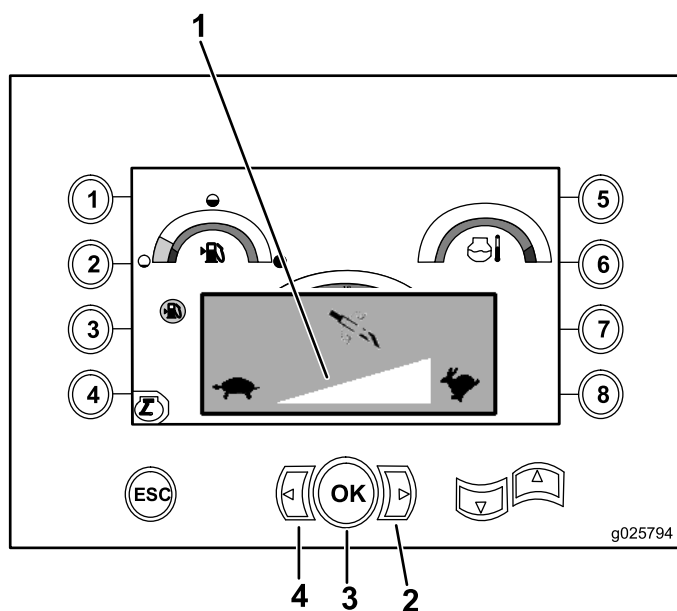

**Figure 18**
1. Appuyez sur la flèche vers la gauche pour réduire la vitesse ou sur la flèche vers la droite pour augmenter la vitesse (Figure 18).
2. Appuyez sur le bouton OK pour définir la vitesse de rotation de la foreuse (Figure 18).